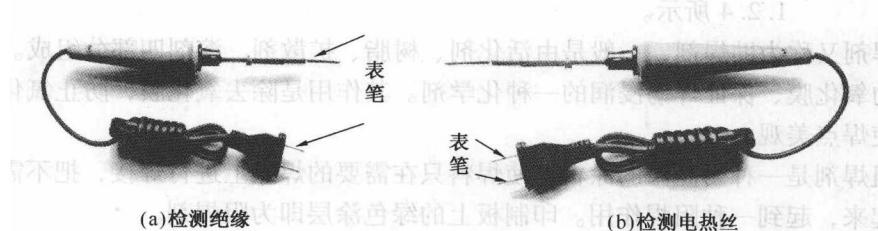

图 1.2.2 万用表检查烙铁
(1) 外观检查 目测电烙铁的电源插头、电源线及烙铁是否完好，电源线有无芯线外露，在使用中应注意经常检查手柄上紧固螺钉及烙铁头的锁紧螺钉是否松动，若出现松动，容易造成短路。电烙铁使用一段时间后，应清除氧化层。
(2) 用万用表检查 如图 1.2.2 所示(30W 电热丝的电阻值约为 $1.7\text{k}\Omega$ 左右)。
- ① 将万用表置于“ Ω ”挡，选择 $R \times 2\text{k}\Omega$ 量程，进行“ Ω 校零”。
- ② 如果所测的电阻值为 0Ω ，则内部的烙铁芯短路或者连接杆处的导线相碰。
- ③ 如果所测的电阻值为过量程，则内部的烙铁芯开路或者连接杆处的导线脱落。
- ④ 对于电阻值为 0Ω 或过量程的电烙铁均需要进行维修。
- ⑤ 维修后的电烙铁还需要进行再测试。